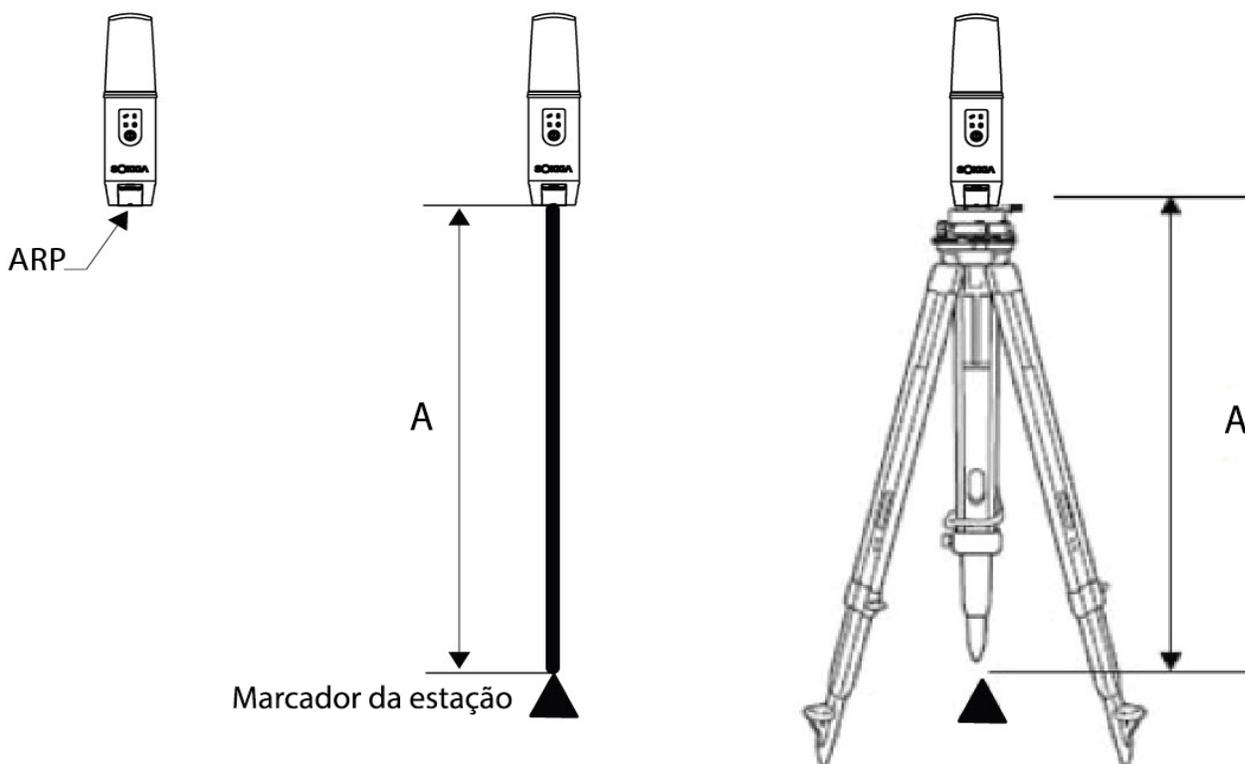

Figura 24: Obtenção de uma altura precisa da antena
- a altura medida (A) da parte inferior do recetor acima do marcador da estação (ver Figura 24)
O software Topcon apenas exige uma introdução da altura medida (A) para calcular as coordenadas do centro de fase da antena do recetor. Para obter uma altura precisa da antena, recomendamos que utilize o método de medição vertical apresentado na Figura 24.